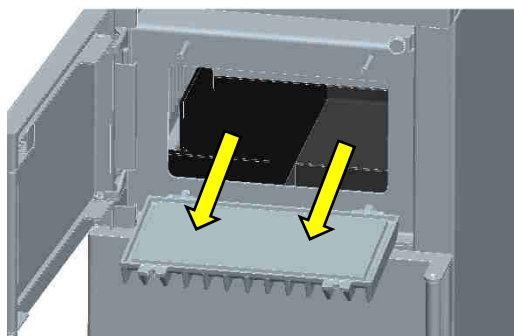

Abb. 11: obere Umlenkplatten aus Stahl
2. Die beiden oberen Umlenkplatten (Stahl) durch die geöffnete Revisionsklappe entnehmen. Siehe Abb. 11.